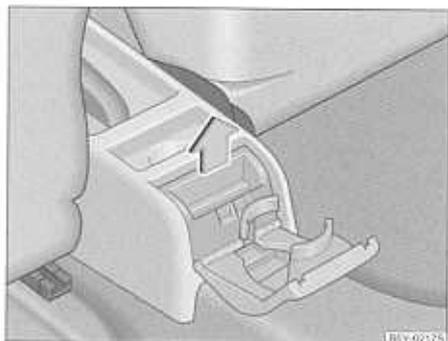

Fig. 66 Consola central: Cenicero trasero
- Levantar la tapa del cenicero y sacar el suplemento de cenicero hacia arriba en el sentido de la flecha → fig. 66.